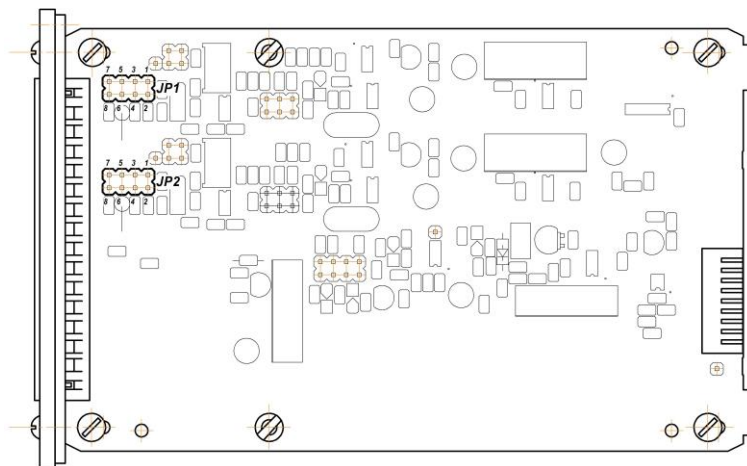

Рисунок 4.4 - Положення переминок на модулі універсальних входів (корпус індикатора знятий)
- встановити положення переминок на модулі універсальних входів в положення відповідно до обраного типу вхідного сигналу (таблиця 4.2, рисунок 4.4).
Калібрування індикатора проводиться після підготовки - встановлення відповідних перемичок на платі процесора (див. Табл. 4.2, рис. 4.4) і налаштування параметрів 1.03-1.07 (2.03-2.07).